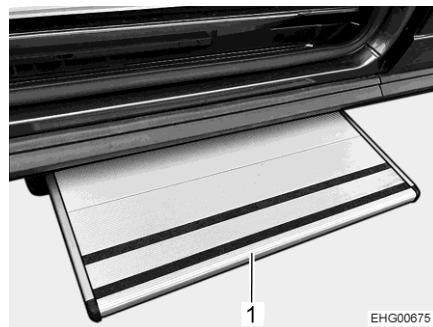

Fig. 2 Escalón de entrada
- Introducir el escalón de entrada (Fig. 2,1) con precaución y lentamente con la mano.